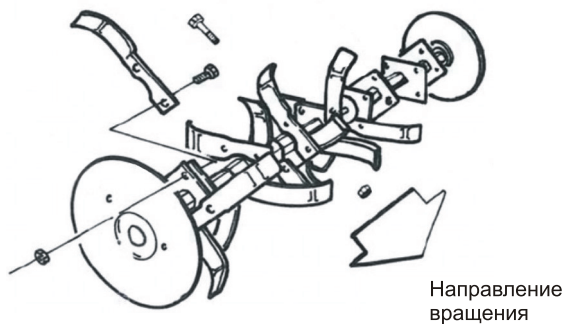

Рис. 8
5. Используя, поставляемые в комплекте, болты и гайки соберите фрезы и установите на них защитные диски. Необходимо установить фрезы режущей кромкой вперед (Рис. 8).